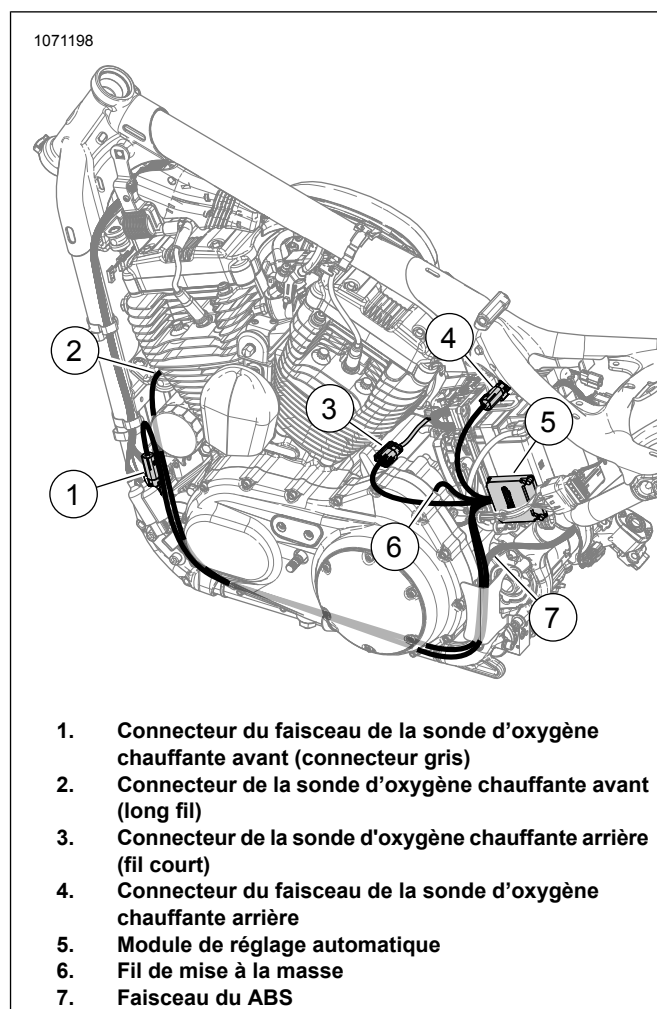

Figure 50. Acheminement du faisceau du module de réglage automatique (à titre indicatif)
12. Consultez Figure 50 . Installez le module de réglage automatique (5).
Consultez Figure 50 . Faites passer le fil de mise à la masse (6) du module de réglage automatique jusqu'à la tige de mise à la masse **propre** et branchez-le. Serrez à :